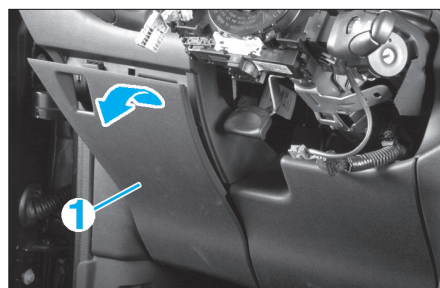

FIG. 15
- la garniture (1) d'accès aux fusibles habitacle côté conducteur (Fig.15),